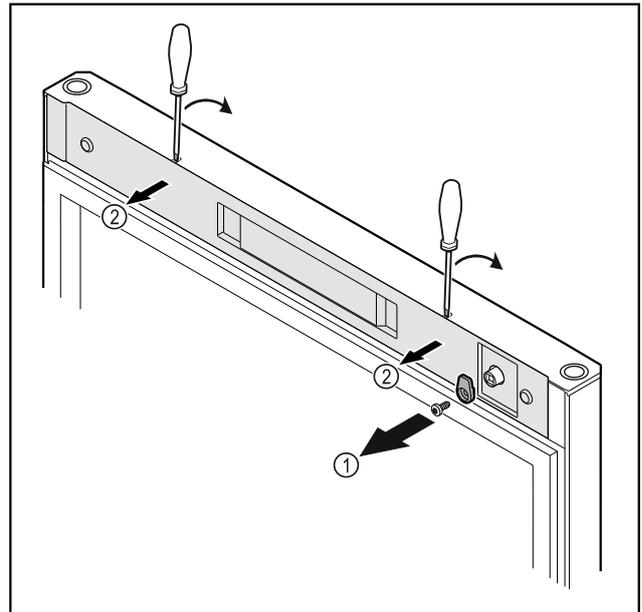

Fig. 21
- Desatornillar el gancho de cierre Fig. 21 (1).
- Desencajar la cubierta Fig. 21 (2) con un destornillador pequeño y retirarla.